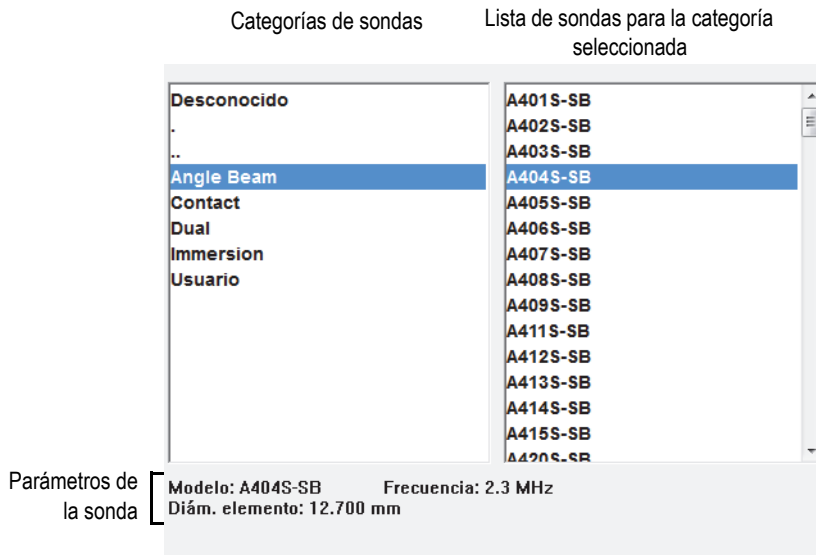

Figura 4-2 Cuadro de diálogo de selección de sonda
3. Seleccione la opción **Sonda** para seleccionar la sonda desde la lista de sondas predefinidas (véase la Figura 4-2 en la página 102):